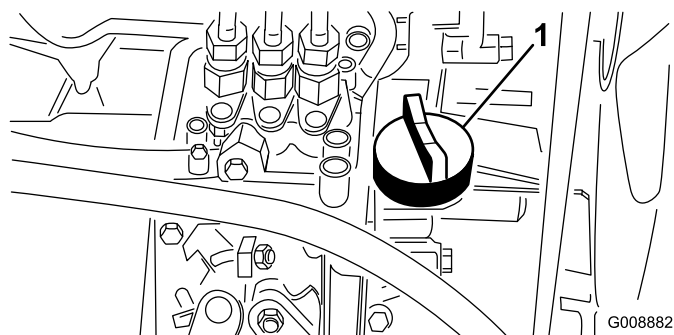

図 25
4. 不足していれば補給口キャップ（図 25）をとり、ディップスティックのFull 位置まで少量